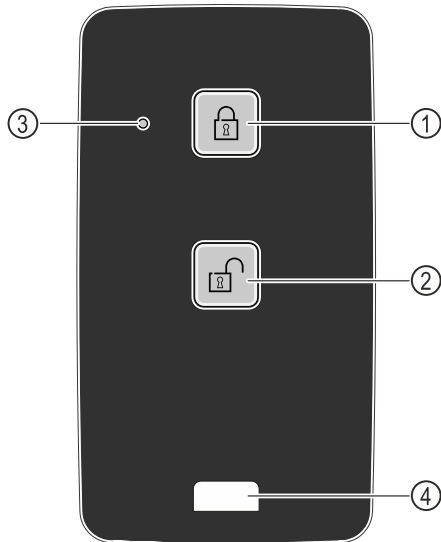

Fig. 205
- ▶ Nyomja meg a gombot Fig. 205 (1) a távirányítón.
- ▶ Nyomja meg a gombot Fig. 205 (2) a távirányítón.
- ▶ Az állapotjelző LED Fig. 205 (3) a gomb megnyomásakor látható visszajelzést ad.
- ▶ Szem Fig. 205 (4) a távvezérlés, pl. kulcstartóra való rögzítéséhez.